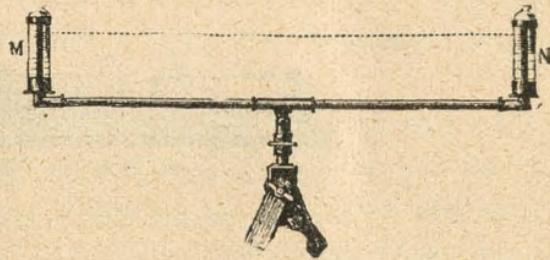

Fig. 26.—Nivel de agua.
**4. Nivel de agua.** — El *nivel de agua* (fig. 26) consiste, como se ve en la figura, en un tubo que alcanzó aproximadamente un